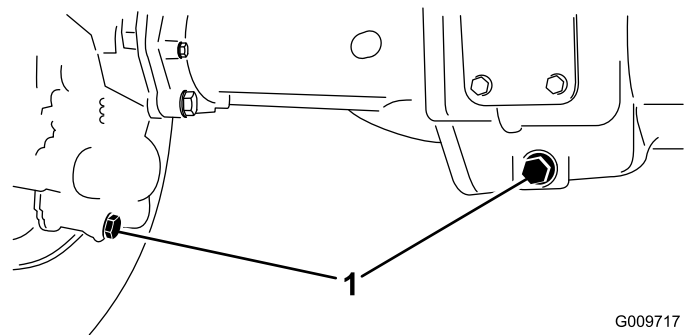

Figura 72
2. Pulite attorno ai tre tappi di spurgo, uno per lato ed uno in centro (Figura 72).